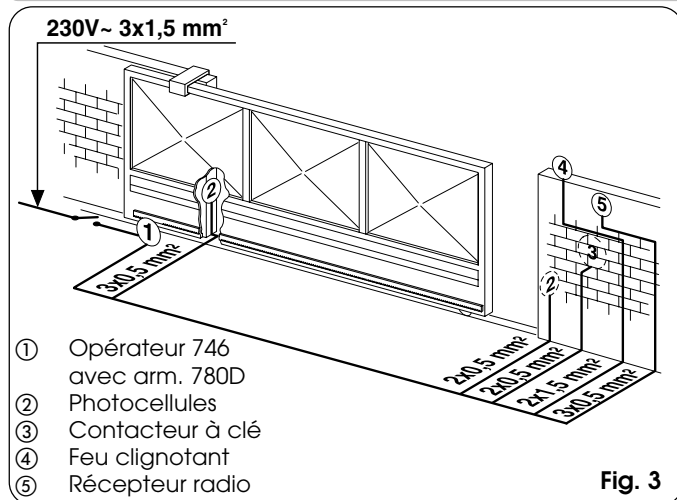

Fig. 3
- 4) Prédisposer les câbles électriques pour la connexion aux accessoires ainsi que l'alimentation électrique d'après la Fig.3. Pour réaliser facilement les connexions faire sortir les câbles d'environ 40 cm du trou (Fig.5-6 réf. ❶) de la plaque de fondation.